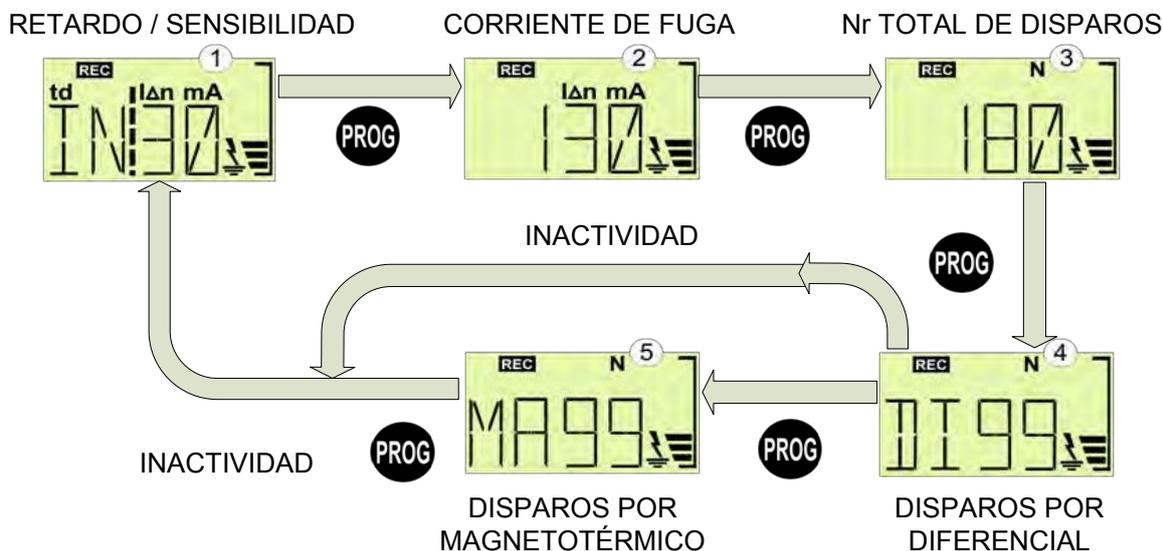

Fig. 4-2. - Schermi in modalità di funzionamento normale
Gli schermi contatore richiusura parziale visualizzano il numero di tentativi effettuati prima dell'ultima richiusura di successo. A differenza del contatore totale, Fig. 4-2, queste sono normalmente riavviati.
La schermata ② di Fig. 4-2 sarà ora sostituita con schermi ⑦ o ⑨ e ⑧, che cambiano automaticamente e indicano la corrente di intervento e la causa dello sgancio insieme al numero di sganci associati.
È possibile avviare la programmazione del sistema di richiusura dalla schermata ② o ③ in Fig. 4-2 tenendo premuto il tasto PROG (> 2 s). Da qui, premere il tasto RESET (↺) Per navigare tra le opzioni del Fig. 5-:
- **SRD**, Pagina ②①, Configura la sequenza di richiusura per dispersione a terra.
- **SRM**, Pagina ②③, Configura la sequenza di richiusura dell'interruttore.
- **RSTC**, Pagina ②⑥, Azzeramento dei contatori parziali di richiusura.
- **POLT**, Pagina ②⑨, Cambia lo stato dell'uscita TRIP, vedere la sezione 2.6.1.-.
- **FREQ**, Pagina ③②, Configura la frequenza di rete (Hz).
- **FACT**, Pagina ③⑤, Ripristina i valori di default del produttore.